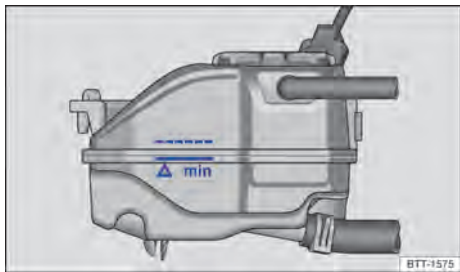

Fig. 152 No compartimento do motor: marcação no reservatório de expansão do líquido de arrefecimento do motor.
- Com o motor frio, verificar o nível do líquido de arrefecimento do motor pela marcação lateral do reservatório → Fig. 152.
- O nível do líquido de arrefecimento do motor deve permanecer dentro da marcação do reservatório → Fig. 152. **Não reabastecer até acima do canto superior da faixa marcada** → ❶!
- Se em caso de emergência não houver à disposição o líquido de arrefecimento do motor dentro da especificação exigida, não utilizar nenhum outro aditivo do líquido de arrefecimento do motor! Em vez disso, completar somente com **água potável** → ❶. Depois disso, a mistura com a proporção correta de aditivo do líquido de arrefecimento do motor → Página 195 deve ser restabelecida o mais rápido possível.
❶ NOTA
- Completar com líquido de arrefecimento do motor somente até a borda superior da faixa marcada → Fig. 152. Caso contrário, ao aquecer-se, o líquido excedente será expulso do sistema de arrefecimento do motor e poderá causar danos.